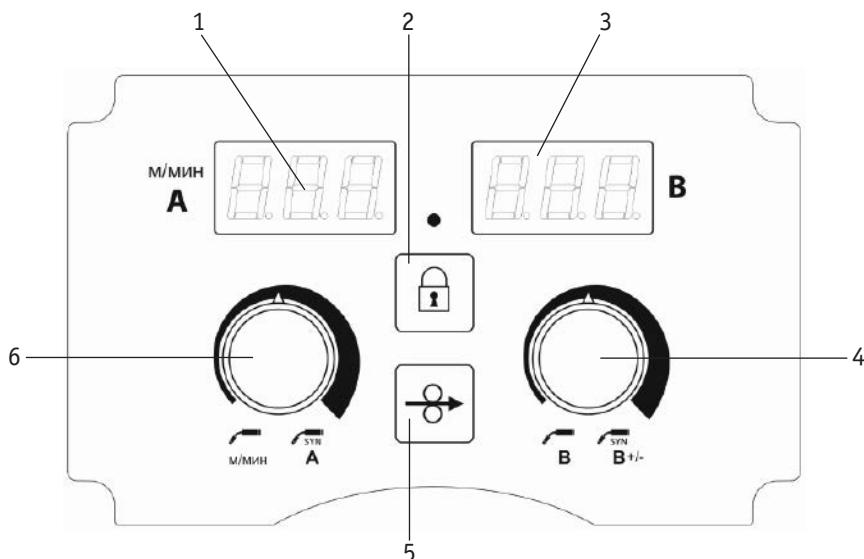

Рис. 6.0.2. Передняя панель механизма подачи проволоки.
- 4. Панель управления (См. рис. 6.0.2).